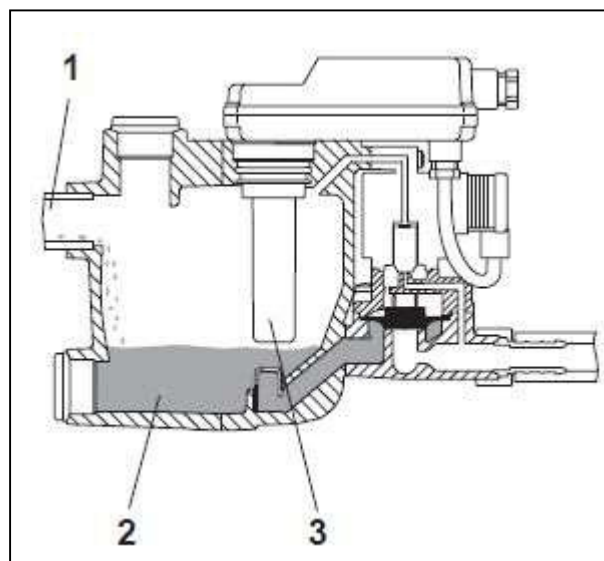

図 3
(2) DB1090D/3090D, DB3700 の時 (図 3, 4)